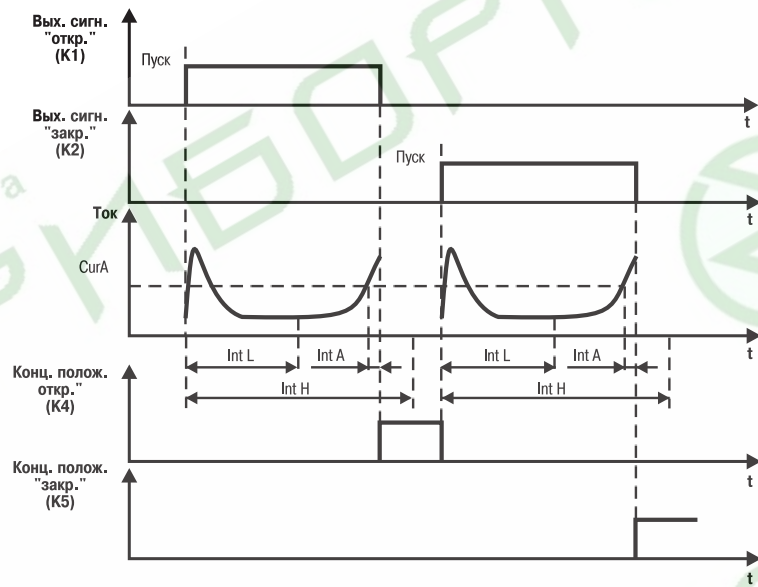

Рис. 5
3.2.11.1.1. При $PrES = 0$ концевые положения определяются, когда ток электропривода превышает уставку, заданную в программируемом параметре CUA (см. прил. В, табл. В3), в течение временного интервала, определяемого программируемыми параметрами \bar{cntL} и \bar{cntH} (рис. 5).